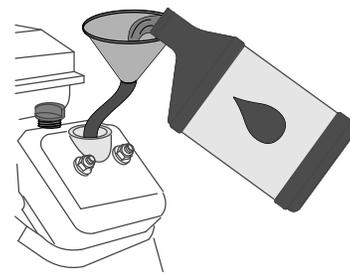

Figure 75
2. Versez lentement 1,6 L (56 oz liq.) de l'huile spécifiée dans le goulot de remplissage (Figure 75) du moteur; voir Spécifications de l'huile moteur (page 56).